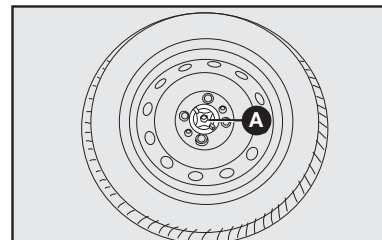

fig. 28
17) Coloque la rueda pinchada en el alojamiento de la rueda de repuesto **fig. 28**, fijándola con el seguro **A**.